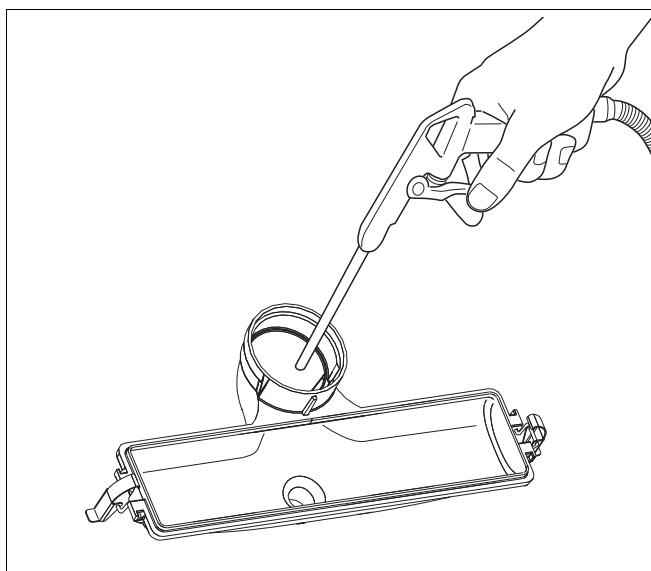

Fig. 95 Pulire la coppa di raccolta della condensa
- Pulire meccanicamente la coppa di raccolta della condensa (con aria compressa o con una spazzola morbida) e sciacquarla con acqua pulita (fig. 95).